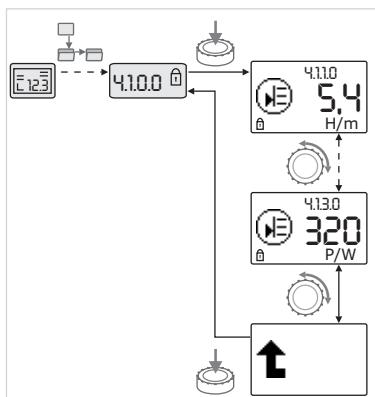

Fig.44: Wywoływanie informacji
- Poprzez obracanie pokrętła wybierać elementy menu typu „Informacja“ w aktualnych podmenu (patrz rys. 44). Objasnienia symboli odpowiadających poszczególnym ustawieniom – patrz tabela w rozdziale 8.7 „Przegląd elementów menu“ na stronie 159.